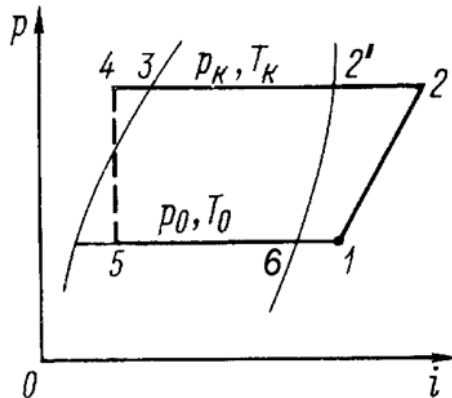

Рис. 1
**10. На i - Р диаграмме холодильного цикла (Рис. 1) линии 1-2 соответствует процесс:**